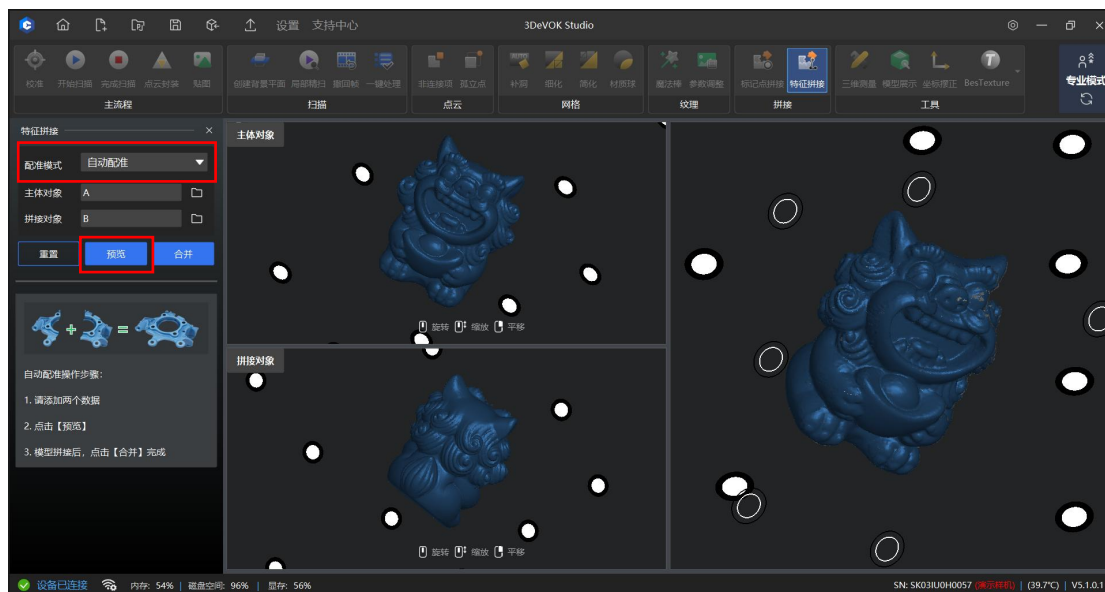

图 9-3 自动配准预览效果
4. 对于几何特征丰富的物体，可以在软件左上角“配准模式”中使用默认的“自动配准”功能，点击“预览”按钮，在右侧窗口查看模型拼接效果，如图 9-3 所示：